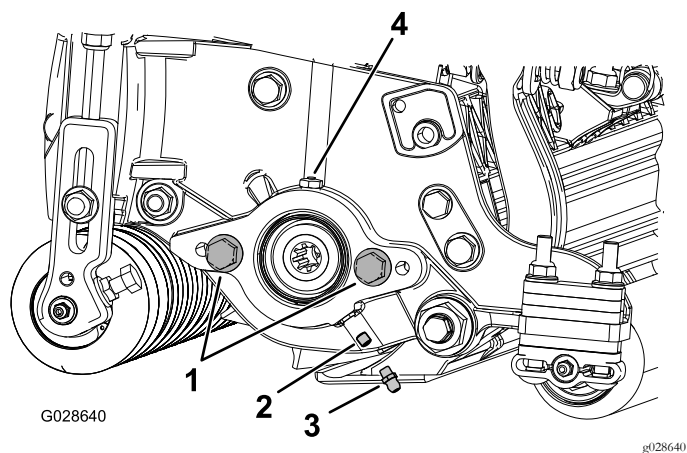

Figura 6
1. Togliete ed eliminate la vite di fermo sulla piastra laterale del motore dei cilindri (Figura 6).
- Montate il raccordo d'ingrassaggio dritto (Figura 6).
- Se non sono presenti viti a testa cilindrica sulla piastra laterale del motore dei cilindri, montateli (Figura 6).
- Montate il motore dei cilindri e ingrassate la piastra laterale fino a quando il grasso in eccesso non fuoriesce dallo spurgo del grasso (Figura 6).